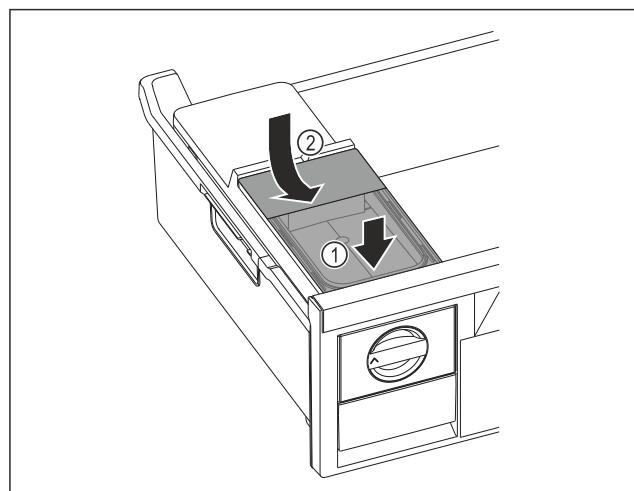

Fig. 72
- Nasadte vpředu nádržku na vodu. Fig. 72 (1)
- Spusťte nádržku na vodu vzadu dolů. Fig. 72 (2)